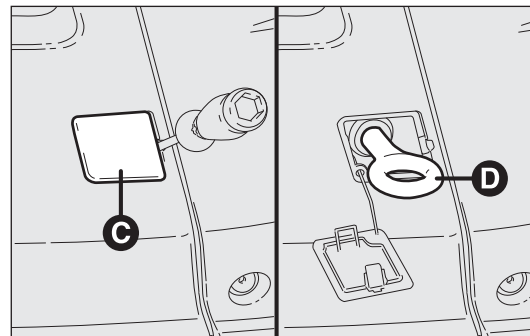

fig. 208
- ❑ prelevare dal cassetto il cacciavite in dotazione e facendo leva nel punto indicato sollevare il tappo C-fig. 208;
- ❑ prelevare l'anello di traino D dal cassetto e avvitarlo sul perno filettato fig. 208.